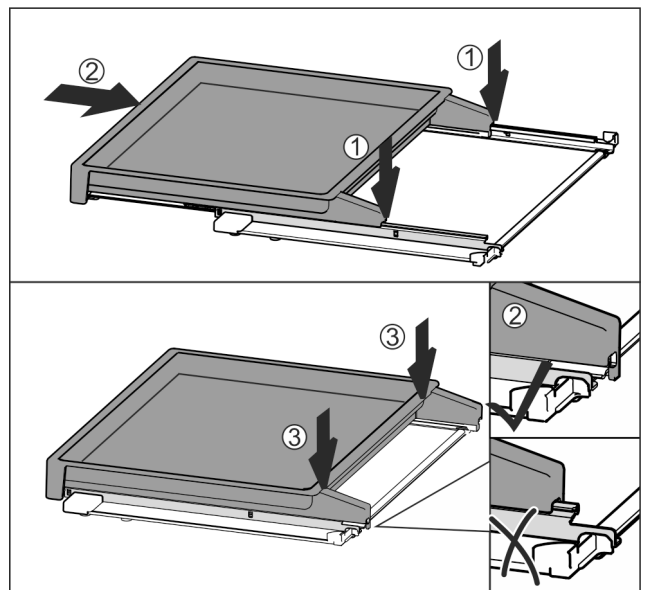

Fig. 62
- ▶ Nasadte vyťahovaciu poličku centricky na koľajničky Fig. 62 (1).
- ▶ Úplne zasunúť vyťahovaciu poličku Fig. 62 (2).
- ▶ Tlačte na zadnú stranu, kým počuteľne nezapadne Fig. 62 (3).